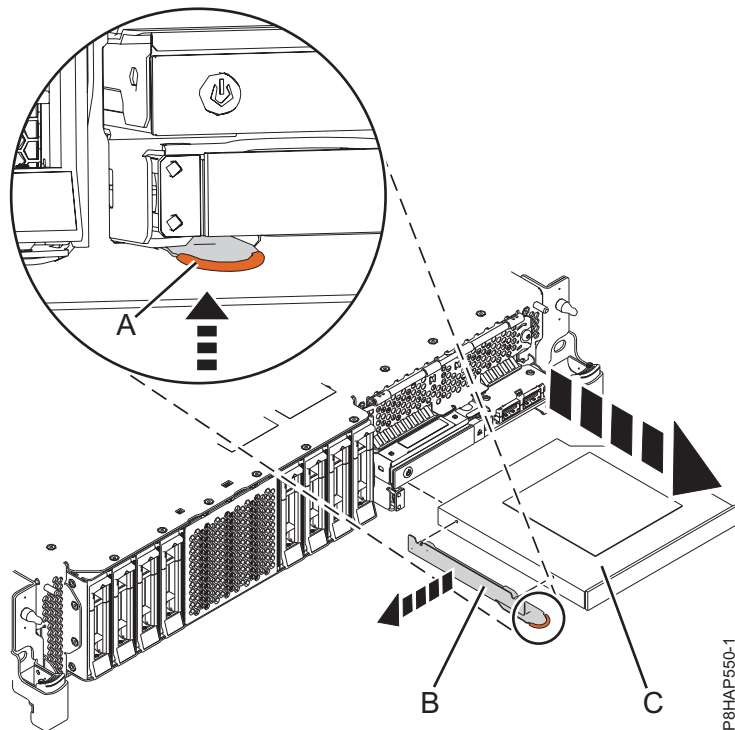
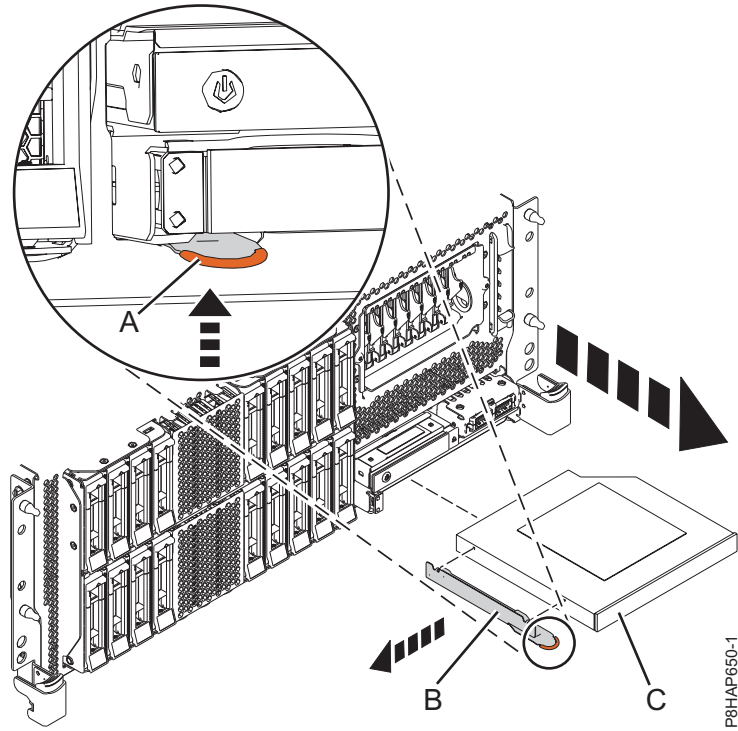
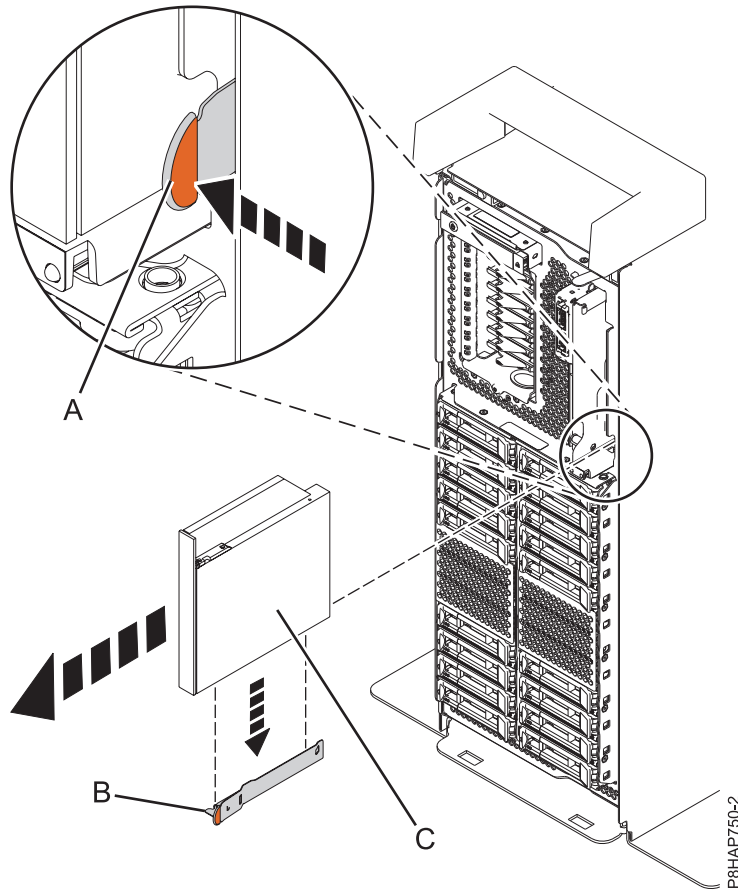

図 39. 8284-21A または 8284-22A システムからのスリムライン・メディア・デバイスの取り外し
図 40. ラック・マウント型 8286-41A または 8286-42A システムからのスリムライン・メディア・デバイスの取り外し
図 41. スタンドアロン型システムからのスリムライン・メディア・デバイスの取り外し
8284-21A または 8284-22A システムについては 図 39 を、ラック・マウント型 8286-41A または 8286-42A システムについては 51 ページの図 40 を、また、スタンドアロン型 8286-41A システムについては 52 ページの図 41 を参照してください。
6. 50 ページの図 39、51 ページの図 40、または 図 41 に示す方向に、スリムライン・メディア・デバイス (C) をシステムから引き出します。
7. 他の保守手順の一環としてスリムライン・メディア・デバイスを取り外した場合は、保持ブラケット (B) をスリムライン・メディア・デバイスから取り外さないでください。
8. 障害のあるスリムライン・メディア・デバイスを取り外して新しいスリムライン・メディア・デバイスに取り替える場合、新しいメディア・デバイスで使用するために、取り外した保持ブラケット (B) を必ず保存しておいてください。50 ページの図 39、51 ページの図 40、または 図 41。
9. 保持ブラケット (B) は安全な場所に保管してください。